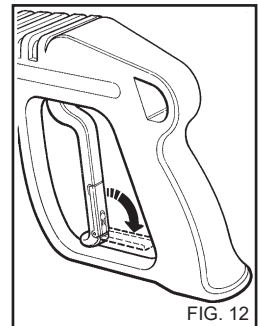

FIG. 12
- Wenn der Hochdruck-reiniger nicht benutzt wird, die Sicherheitsvorrichtung am Griff schließen (Fig.12).